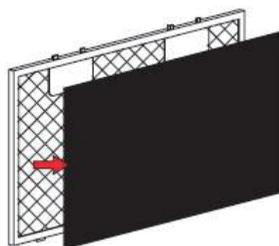

Fig. 2
3. Pour remplacer le nouveau filtre à charbon sur le filtre à graisse, voir Fig. 2.
- Repérez la borne du câble de la lampe et débranchez-la. Voir Fig. 2.